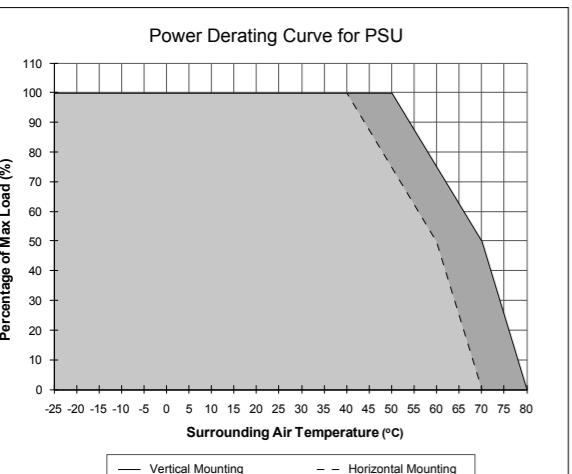

Figure 6
| Betriebstemperaturbereich (Umgebungstemperatur) | -25°C bis +80°C (Leistungsherabsetzung gemäß Abb. 6) |
5.4. Thermal behavior (Fig. 6)